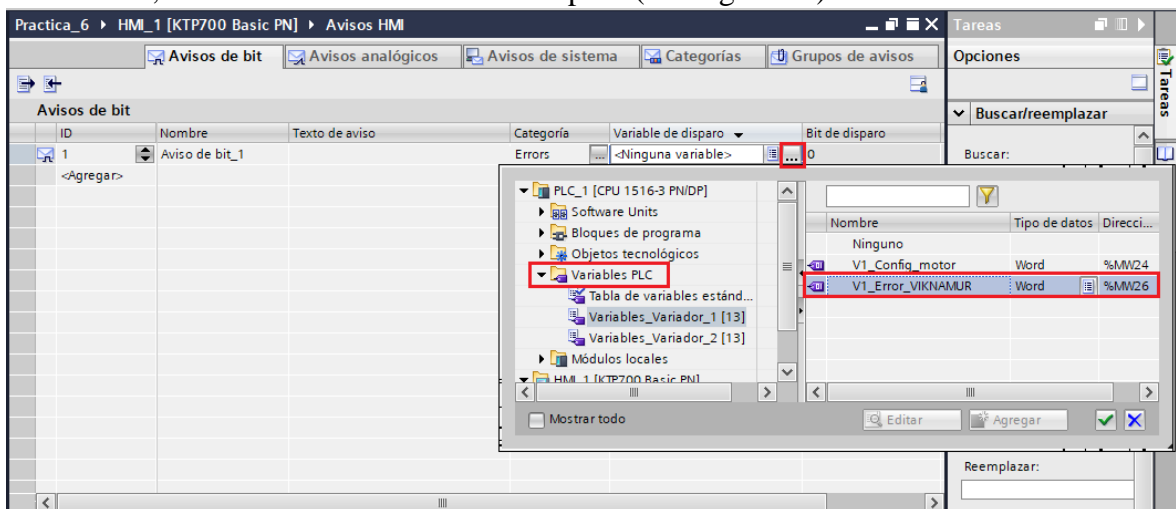

Figura 75. Agregar variable de disparo “V1 Error VIKNAMUR”.
- En “Variable de disparo” seleccionar la variable del PLC_1 “V1_Error_VIKNAMUR” correspondiente al primer variador y “V2_Error_VIKNAMUR” correspondiente al segundo variador. (ver Figura 75).